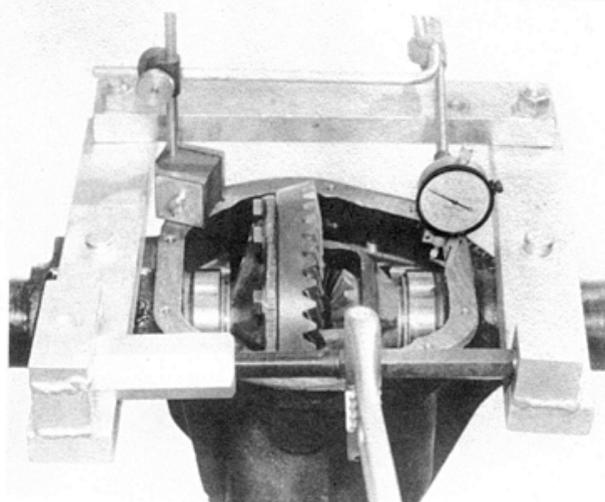

Fig. 12 - Utilização do expansor da carcaça.
– Montar o separador na carcaça. Não expandir da carcaça acima de .020". Usar o relógio comparador indicado (Fig. 12).